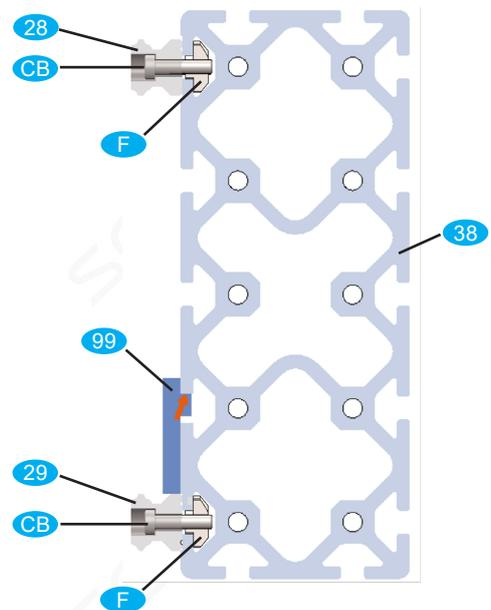

Bild 17: Montage der Führungsschienen
- Montagehilfe **99** an die gefräste Anschlagkante (roter Pfeil in Bild 17) des Alu-Profils **38** anlegen.